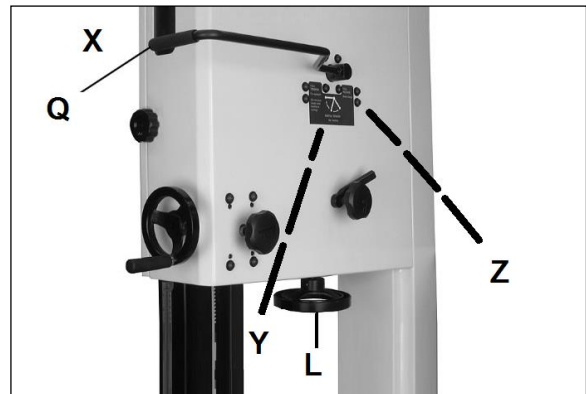

Abb. 37
Die Sägeblattspannung wird mit dem Handrad für die Sägeblattspannung eingestellt (L, Abb. 37).
Für den Betrieb der Maschine den Schnellspannhebel (Q, Abb. 37) in die Stellung (X) für volle Spannung umlegen.